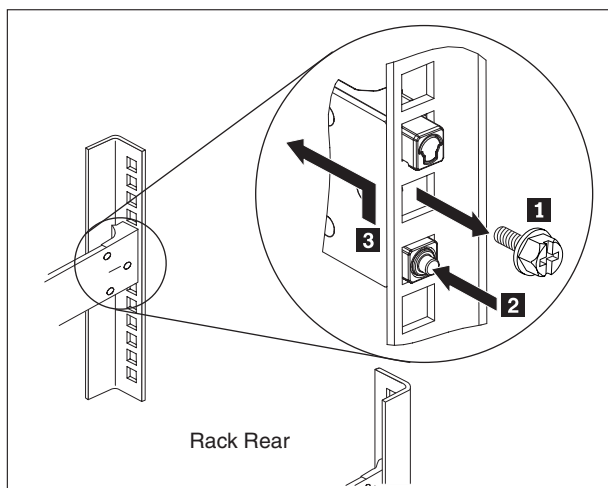

Figura 22. Erguendo a parte traseira do dispositivo para fora do trilho
3. Remova a extremidade posterior dos trilhos deslizantes, conforme mostrado na Figura 22. Empurre os pinos **1** e **2** empurre o trilho para trás **3** para desengatar os trilhos deslizantes da parte traseira do rack.